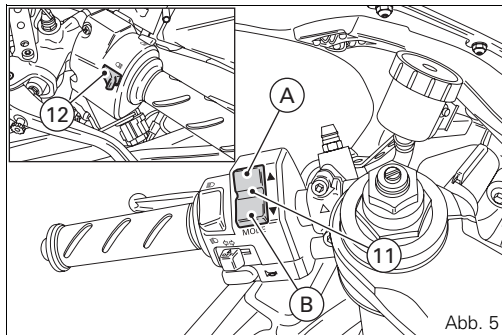

Abb. 5
12) **Taste Lichthupe FLASH** (Abb. 5).